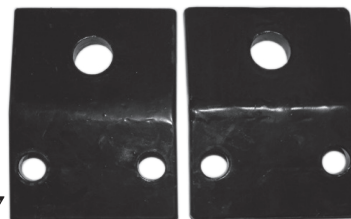

fig.6
4. Fixez le racloir (trois pièces, une longue, SL, et deux courts, SS; fig.5, à gauche) à la bordure inférieure avant de la lame en utilisant les boulons de 25 mm (1 po) x M10 de grade 8 et les rondelles de 10 mm ainsi que les écrous M10 de type Nylock (fig.6). Le long morceau du racloir chevauche les deux moitiés de la lame. Les plus petites pièces de racloir couvrent le reste de la lame. Les boulons sont insérés de sorte que leur parti bombé soit à l'avant de la lame, parti inférieur. Les écrous vont à l'arrière de la lame. Serrer les écrous.